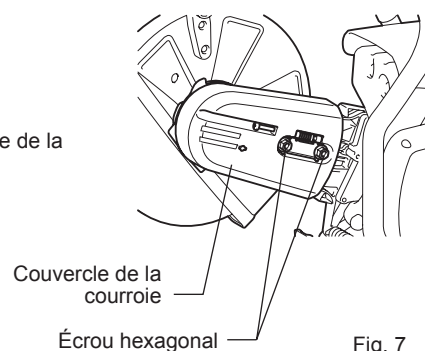

Fig. 7
- Remontez le couvercle de la courroie. (Fig. 7)